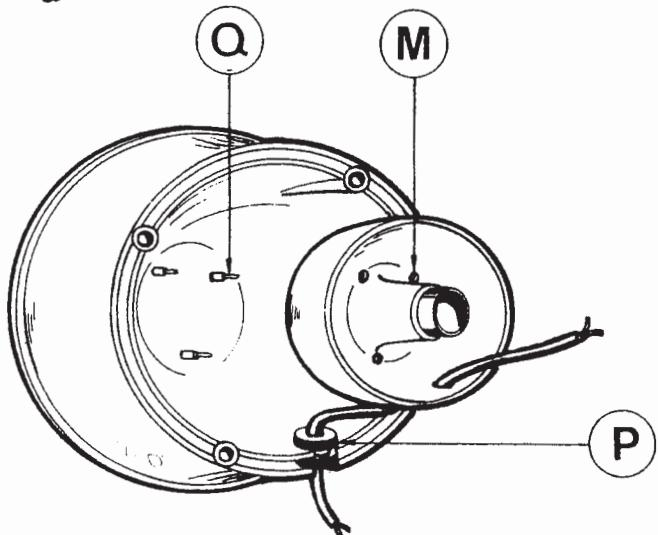

Fig. 10
- Posizionare l'ugola G all'interno della tromba H, verificando che le sporgenze di posizionamento Q all'interno della tromba H entrino nei fori M (fig.10).
- Place the first part of the horn G inside the horn H checking that the positioning blocks Q inside horn H slip into holes M (fig. 10).
- Placer le cône G à l'intérieur du pavillon H, vérifier que les saillies de mise en place Q à l'intérieur de pavillon H entrent parfaitement dans les trous M (fig. 10).